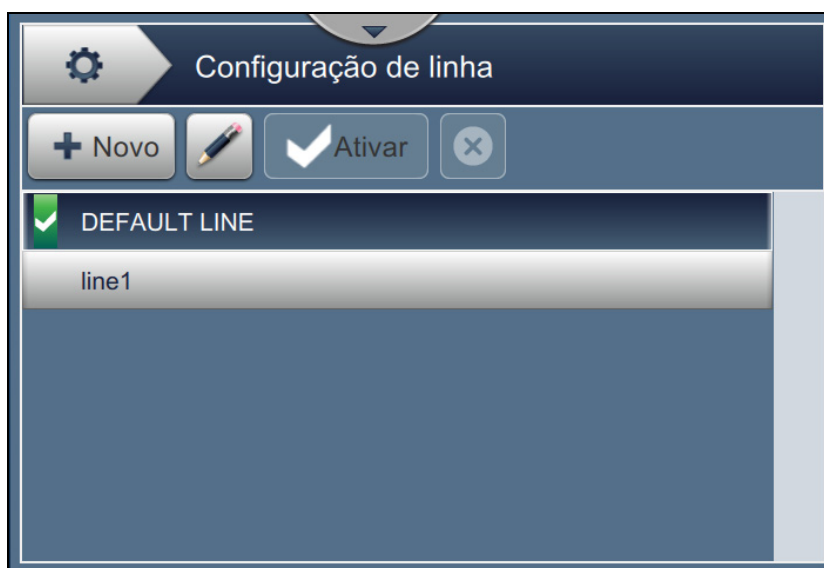

Figura 6-27: Tela Definição de linha
2. Toque no botão  na tela Definição de linha para criar uma nova definição de linha, como mostra a Figura 6-27. A tela Nome da definição de linha é aberta com um teclado utilitário.